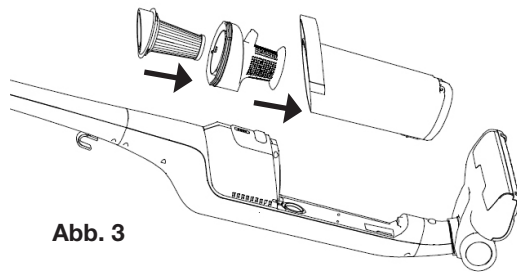

Abb. 3
3. Setzen Sie den EPA-Filter (9) in die Schlitze des Filterblocks (10) ein und drehen Sie ihn langsam im Uhrzeigersinn, damit er einrastet (siehe Abb. 3).
4. Setzen Sie den Filterblock (10) in den Staubbehälter (12) ein (Abb. 3).